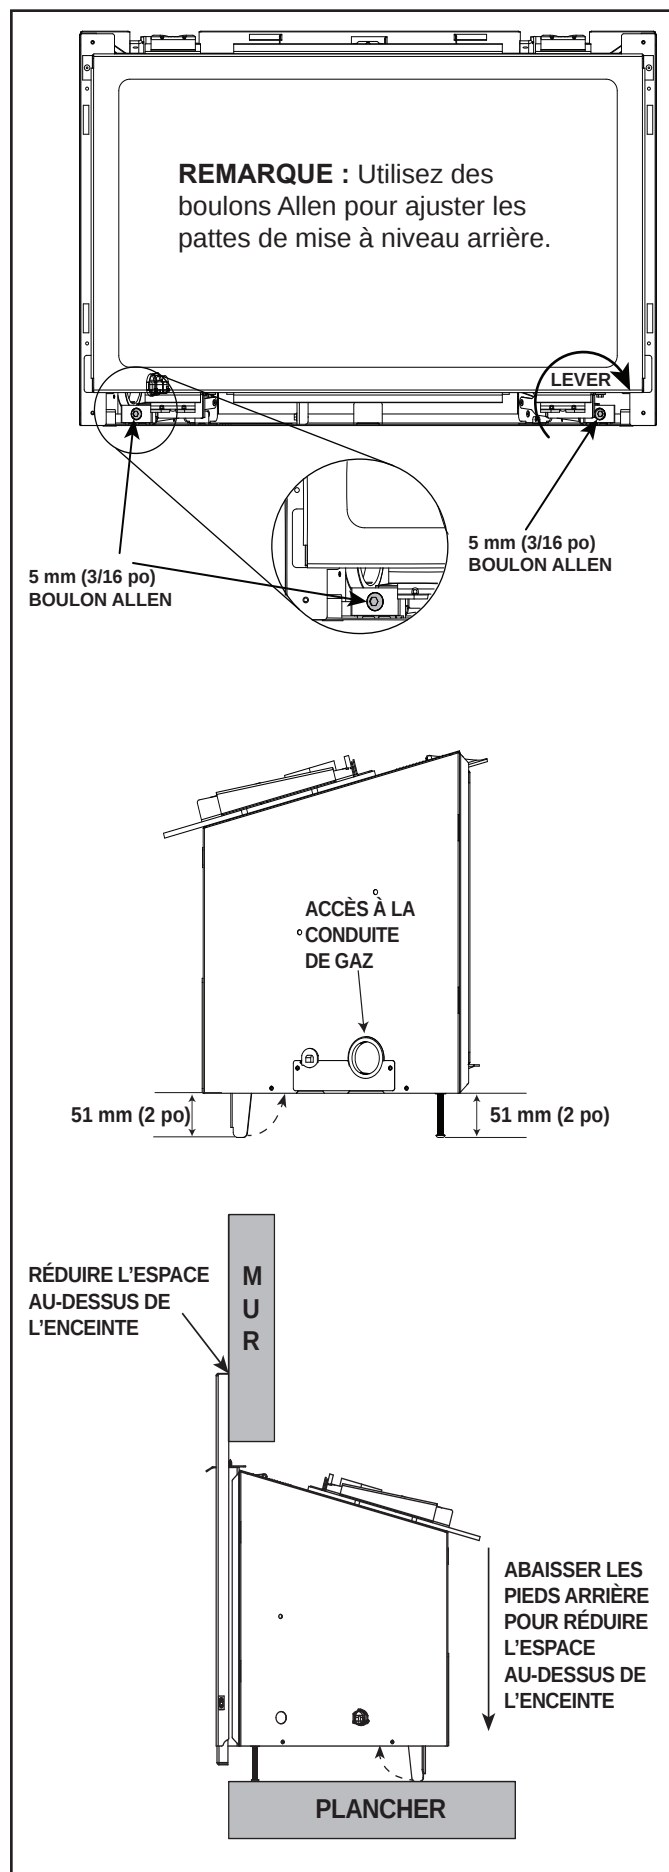

Figure 5.6 Détail du pied de nivellement
- Installez l'arrivée du gaz dans le trou du côté. Voir la figure 5.6.